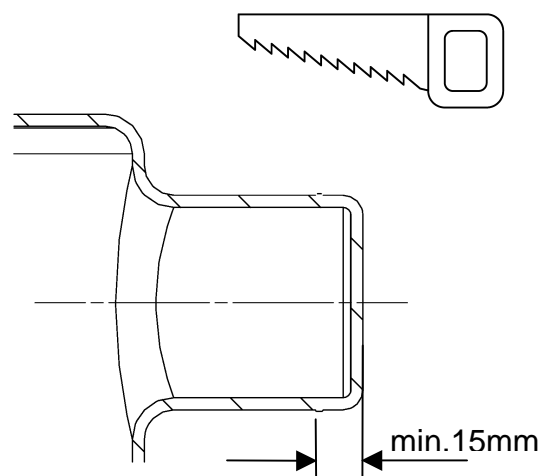

Bild 6
- Öffnen der entsprechenden Stutzen für den Anschluss der Zulaufleitungen (Bild 6)